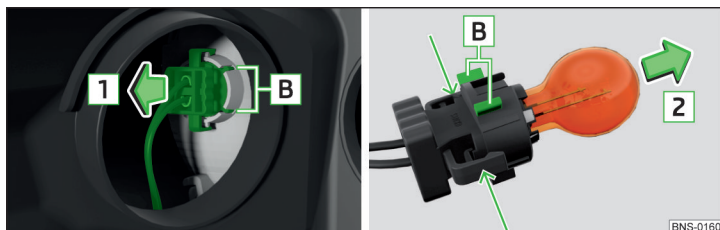

Fig. 373 Remplacement de l'ampoule du clignotant avant
- Retirez la douille avec l'ampoule dans le sens de la flèche **1** en effectuant des mouvements de ballottage » fig. 373.